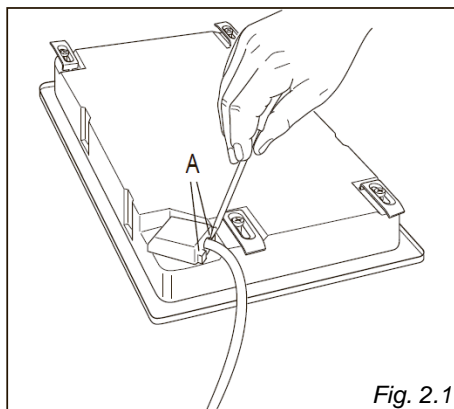
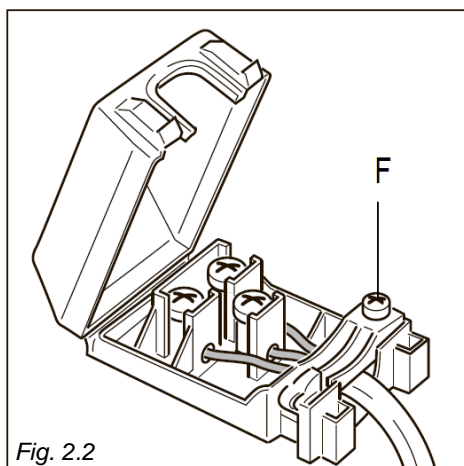

Fig. 2.1
Fig. 2.2
- Întoarceți plita și desprindeți capacul plăcii cu borne, introducând o șurubelniță în cele două cârlige „A” (fig. 2.1).
- Deschideți garnitură de etanșare a cablului prin deșurubarea șurubului „F” (fig. 2.2). Deșurubați șuruburile bornelor și scoateți cablul.
Elementul de încălzire (fig. 2.2) este format din 3 rezistențe electrice care pot funcționa împreună sau separat, în funcție de setarea comutatorului cu 7 poziții (fig. 2.1). Atinge foarte rapid temperatura necesară.